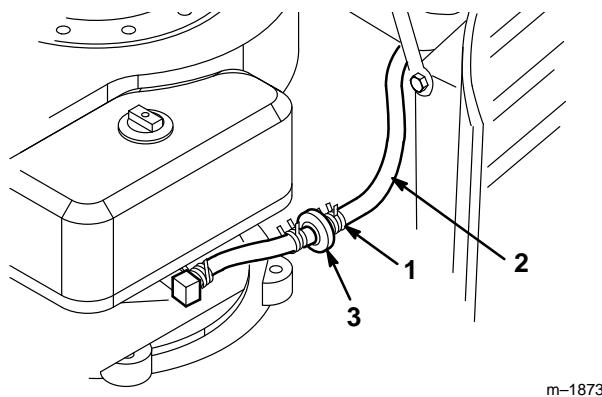

Figure 24
- Pincer les extrémités du collier de fixation et glisser le collier vers le haut de la conduite d'alimentation, en direction du réservoir d'essence (Fig. 24).
4. Détacher du filtre la conduite d'alimentation (Fig. 24) et laisser l'essence couler dans un bidon à essence ou dans un bac de vidange.
Le meilleur moment pour remplacer le filtre à essence (Fig. 24) est lorsque le réservoir d'essence est vide.
3. Pincer les extrémités des colliers et faire glisser ceux-ci pour les éloigner du filtre (Fig. 24).